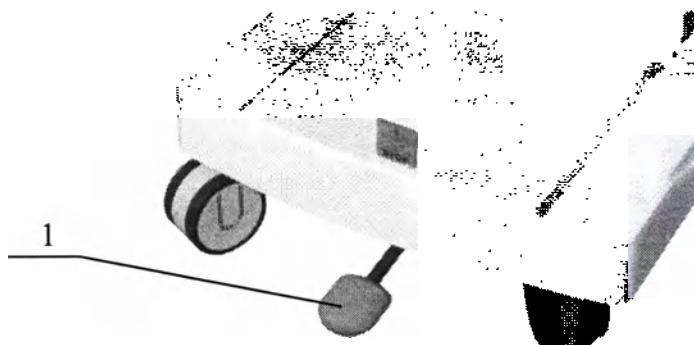

Рисунок 2. Управление центральным тормозом.
6.8 Педаль тормоза 1 (Рисунок 2) имеет три положения: